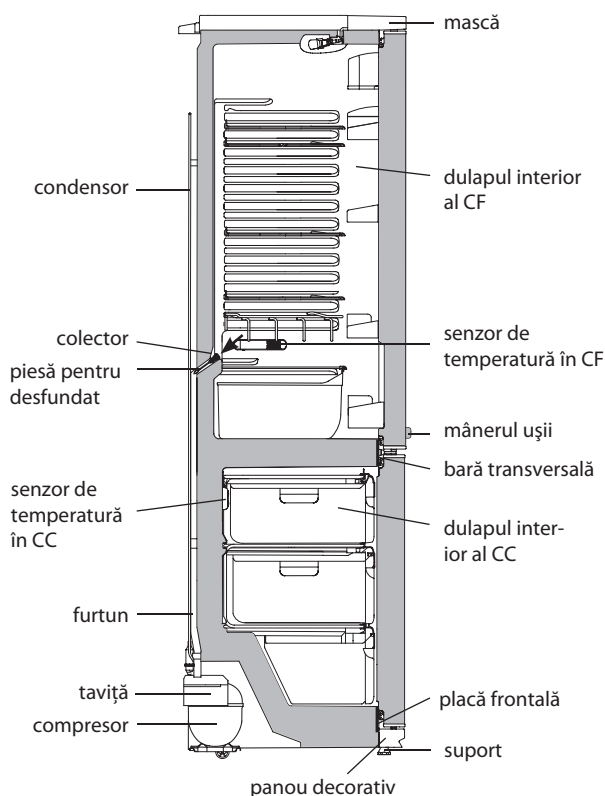
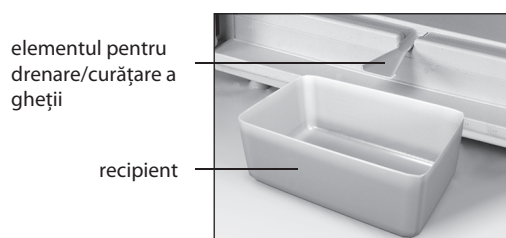

Figura 7 — Schema scurgerii apei rezultate în urma topirii din CF
Figura 8 – Colectarea apei rezultate în urma topirii din CF
5.1.1 În CF se folosește un sistem automat de dezghețare. Bruma care apare pe perețele din spate al CF, se topește în timpul ciclului de dezghețare la deconectarea compresorului și se transformă în picături de apă. Picăturile de apă rezultată în urma topirii se scurg în colector, apoi prin gaura acestuia și prin furtun - în tavița de pe compresor, în conformitate cu figura 7 și se evaporă.
Pentru eliminarea înfundării folosiți piesa corespunzătoare și curățați gaura colectorului, astfel ca apa să se scurgă liber în taviță, apoi spălați piesa și instalați-o în conformitate cu figura 7.
SE INTERZICE să utilizați frigiderul cu sistemul de scurgere înfundat. Apa care a apărut pe fundul CF sau care a ajuns în locul de alăturare a barei transversale și a dulapului interior al CF, în conformitate cu figura 7, poate provoca coroziunea dulapului exterior al frigiderului și elementelor agregatului frigorific, defectarea izolației termice, formarea crăpăturilor dulapului interior și defecțiunea frigiderului.
ATENȚIE! Nu puneți produsele în CF prea aproape de senzorul de temperatură, care este situat pe peretele drept al CF, în conformitate cu Figura 7.
ATENȚIE! Nu puneți produsele în CC prea aproape de senzorul de temperatură, care este situat pe perețele din spate al CC, în conformitate cu Figura 7.
- instalați în conformitate cu figura 8 elementul de masă plastică pentru drenare și orice vas recipient cu volumul de nu mai puțin de 2 litri pentru a colecta apa rezultată în urma topirii;
SE INTERZICE să decongeleți congelatorul fără utilizarea elementului pentru drenare instalat în conformitate cu figura 8. Apa rezultată în urma topirii care se scurge din cameră afară de elementul pentru drenare, pătrunzând în locul de alăturare a plăcii frontale la dulapul interior în conformitate cu figura 7, poate provoca coroziunea dulapului exterior al congelatorului și a elementelor agregatului frigorific, defectarea izolației termice, formarea crăpăturilor dulapului interior și defectarea dulapului congelatorului.